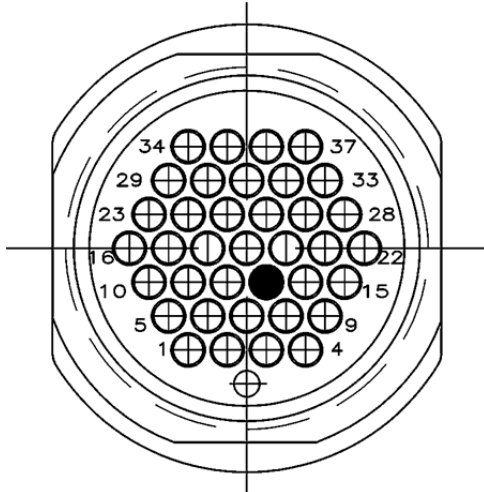

FIGURE 17 : BROCHAGE DE C2
8. Faire de l'espace dans la section avant du compartiment en enlevant les trois modules I/OA et le module ABS. (Figure 17).